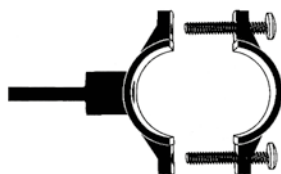

Рис. 14
2. Наклейте уплотнитель на внутреннюю сторону скобы дренажного хомута с подключением. Вставьте трубку в скобу хомута (**рис. 14**).